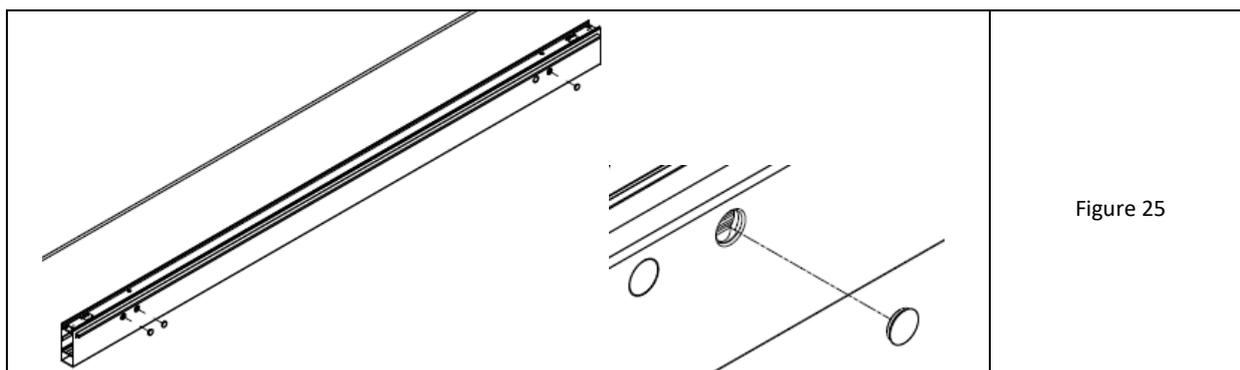

Figure 25
4. Placer la barre murale sur les ancrages et la fixer à l'aide d'une rondelle-écrou de l'ancrage. Le couple de serrage doit être conforme aux instructions du fabricant de l'ancre (Fig. 25).
5. Boucher les trous des ancrages dans la poutre avec des chevilles sur le mastic d'étanchéité (Fig. 25-droite).
4. Placer la barre murale sur les ancrages et la fixer à l'aide d'une rondelle-écrou de l'ancrage. Le couple de serrage doit être conforme aux instructions du fabricant de l'ancrage (Fig. 25).